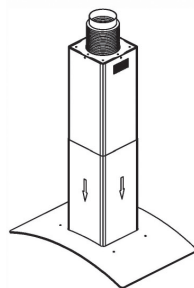

Рис. 6
6. Отсоедините кронштейн, продвиньте наружный дымоход вниз, пока не дойдете до корпуса вытяжки. Следите за тем, чтобы не задеть стекло. См. рис. 6.